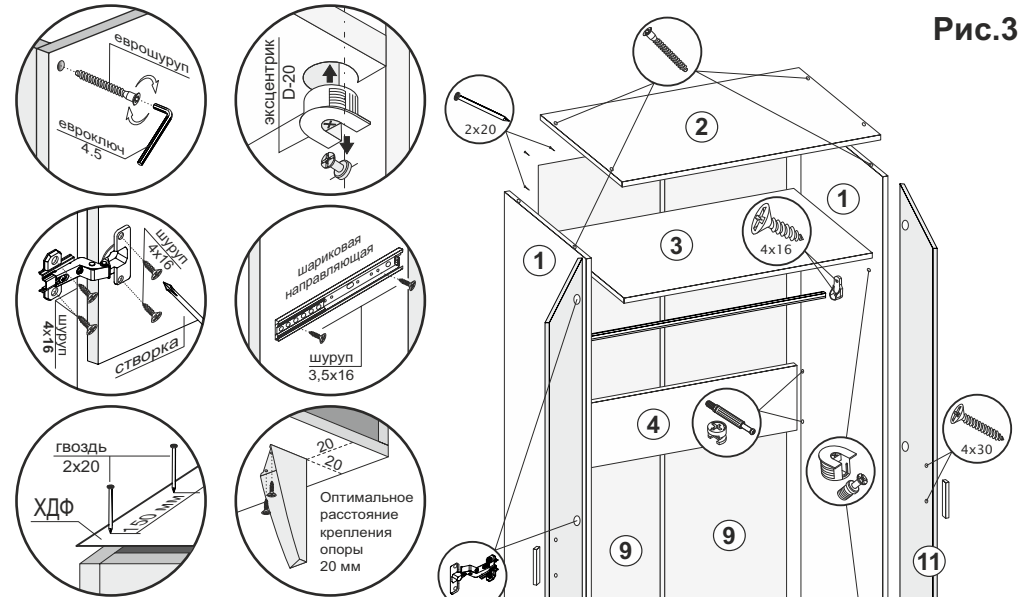

Рис.1
- Если у Вас шкаф на ножках, то шурупами 4x20 прикрутить опоры к нижней крыше (2). Оптимальное расстояние крепления опоры 20 мм от каждого края крыши (2). Затем через центральное отверстие в опорах просверлить отверстия Ø8 в крыше (2) и стянуть их винтами М8х30 П/Ш и гайками М8 (рис.1).